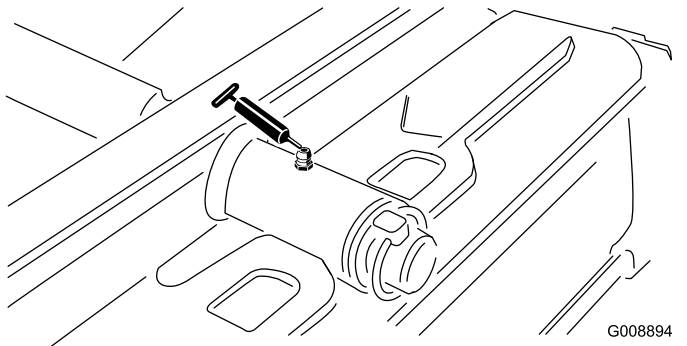

Bild 59
- Drehbüchsen am Heckmähwerk (Bild 59)